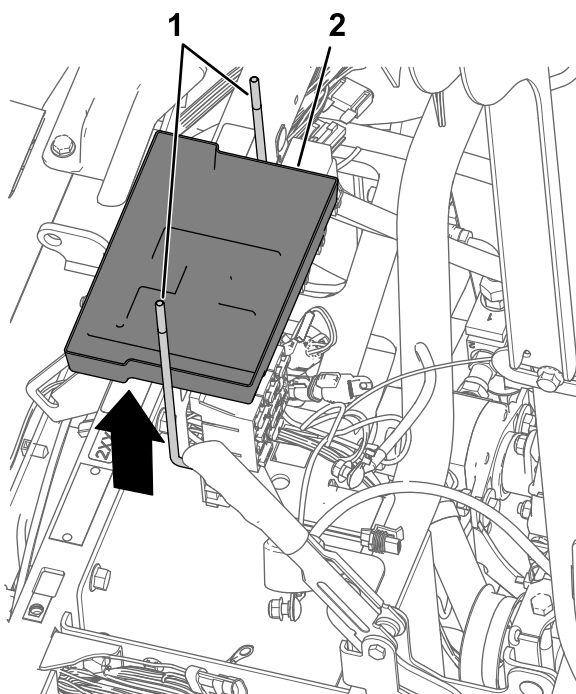

Figure 173
5. Retirez les 2 boulons en J et le socle de la batterie au support de batterie (Figure 173).